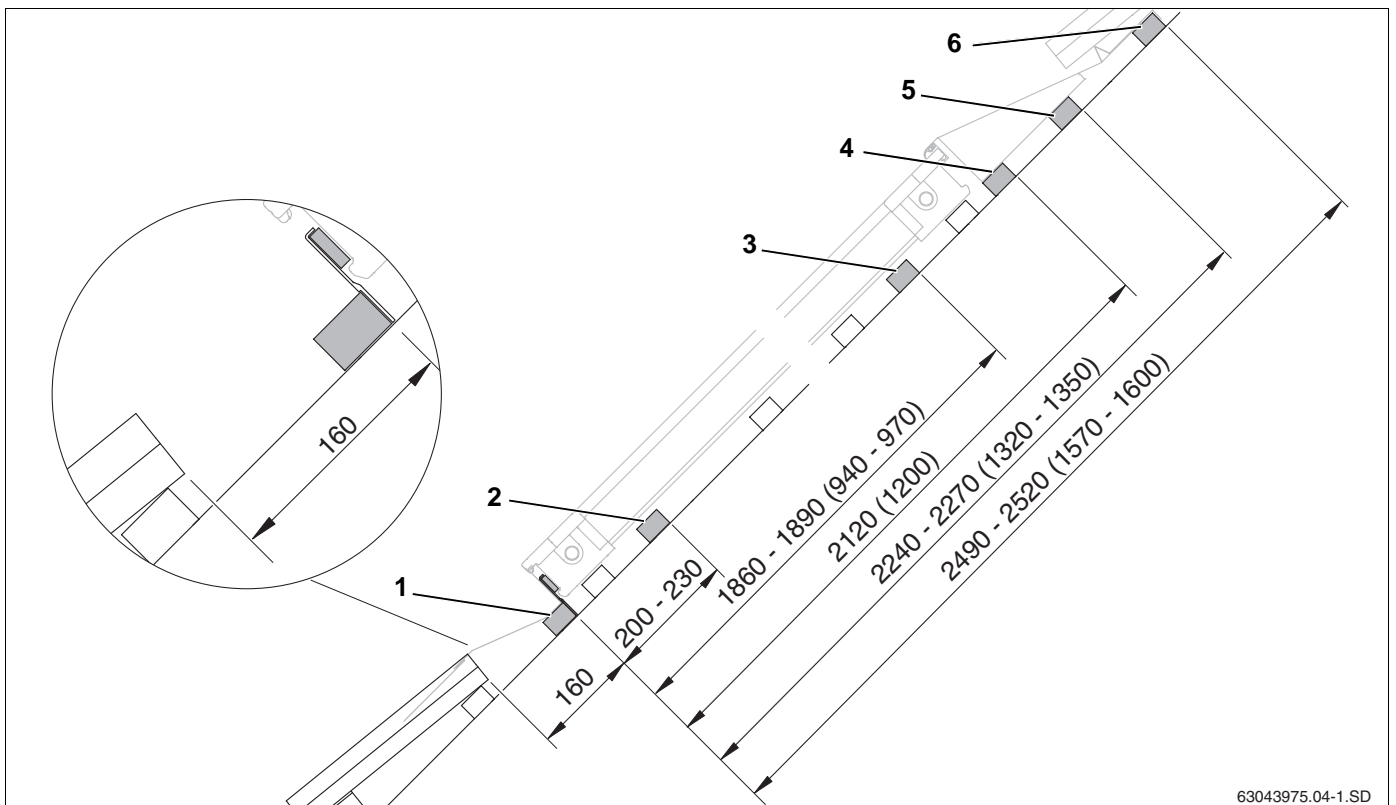

Fig. 14 Afstand mellem de ekstra taglægter ved montering i én række (mål i mm, værdier i parenteserne = vandret udførelse)
- ▶ Anbring den første taglægte med nedskridningssikringerne (fig. 14, **pos. 1**).
- ▶ Anbring den anden taglægte fornedet til nedholderne på siden (fig. 14, **pos. 2**).
- ▶ Anbring den tredje taglægte foroven til nedholderne på siden (fig. 14, **pos. 3**).
- ▶ Anbring den fjerde taglægte til understøttelse af styroporkilen til de øverste dækplader (fig. 14, **pos. 4**).
- ▶ Anbring den femte taglægte til understøttelse af de øverste dækplader (fig. 14, **pos. 5**).
- ▶ Anbring den sjette taglægte til understøttelse og fastgøring af de øverste dækplader (fig. 14, **pos. 6**).
Ved montering i flere rækker skal taglægteerne til den første række lægges som ved montering i én række (fig. 14). Den 5. og 6. lægte bortfalder ved den nederste række.